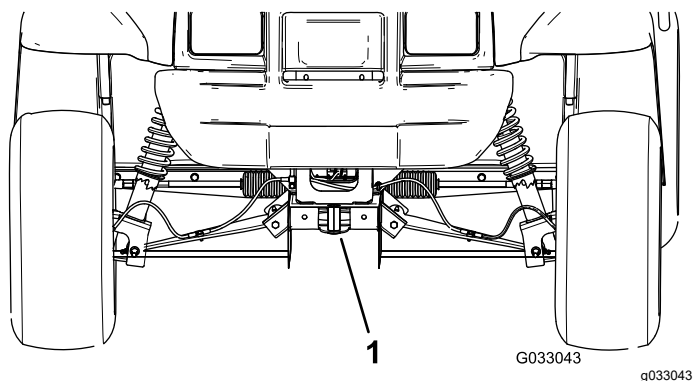

Figura 19
- O ponto de elevação dianteiro da máquina encontra-se na zona dianteira do chassis, por trás do garfo de reboque (Figura 19).